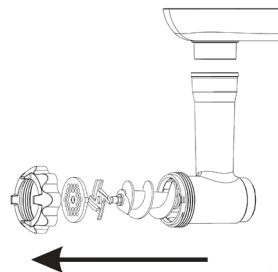

Рис.12
8.1.2 Выньте внутренние части загрузочной горловины, как указано на рис. 12.